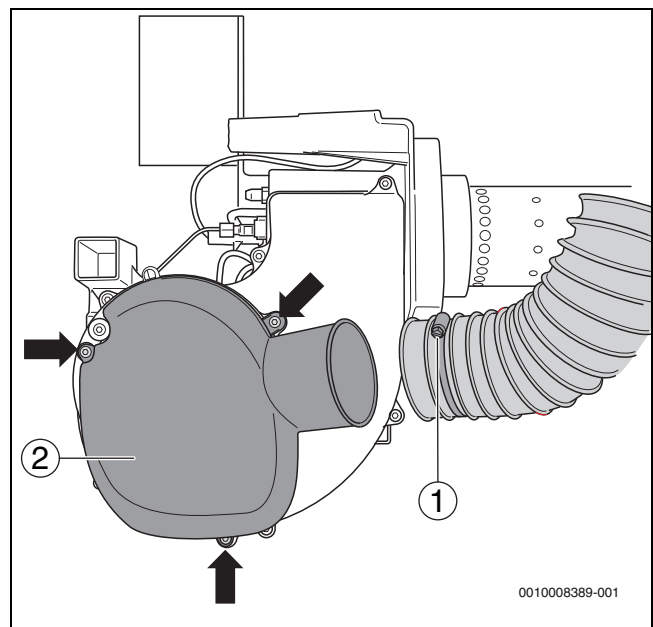
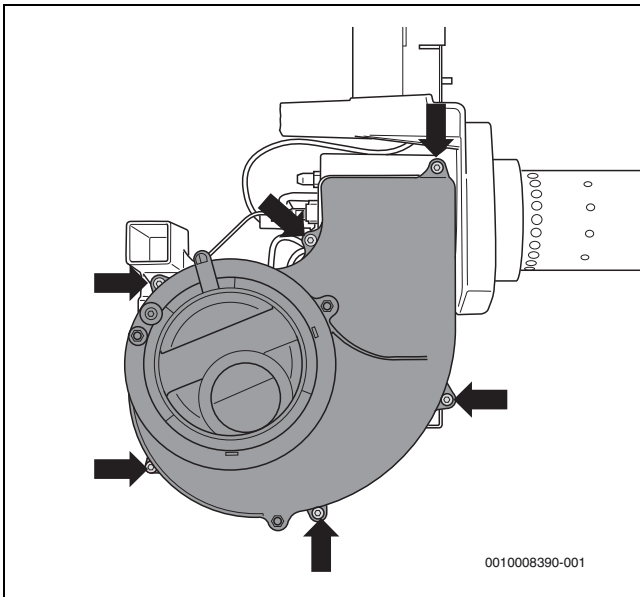

Bild 32 Ansaugschalldämpfer demontieren (dargestellt: 18-49 kW)
Bild 33 Gebläseradabdeckung demontieren
- Spezialschlauchschele (→Bild 32, [1]) der Verbrennungsluftzufuhr für raumluftunabhängigen Betrieb lösen (nur bei 18-49 kW).
- Befestigungsschrauben (→Bild 32, [Pfeile]) lösen und den Ansaugschalldämpfer (→Bild 32, [2]) abnehmen.
- ▶ Sechs Befestigungsschrauben (→ Bild 33, [Pfeile]) lösen und die Gebläseradabdeckung abnehmen.
- ▶ Gebläseradabdeckung (→ Bild 33, Seite 23) und Ansaugschalldämpfer (→ Bild 32, Seite 22) wieder montieren.
- ▶ Spezialschlausschelle (→ Bild 32, [1], Seite 22) lösen und Ansaugschlauch abziehen (nur bei 18-49 kW).